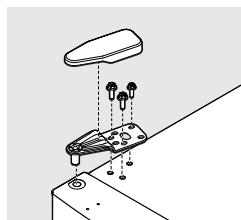

figure 11
- Fixez la charnière supérieure à l'aide d'une douille de de 5/16 po, puis placez le couvercle de la charnière supérieure (certains modèles) sur l'appareil (figure 11).